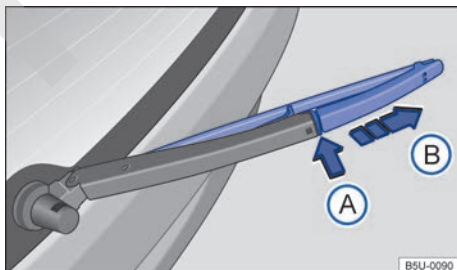

Fig. 125 Sustituir la escobilla del limpiaventa.
- Mantener presionada la tecla de desbloqueo → fig. 125 ①.
- Retirar la escobilla del limpialuneta en el sentido de la flecha ②.